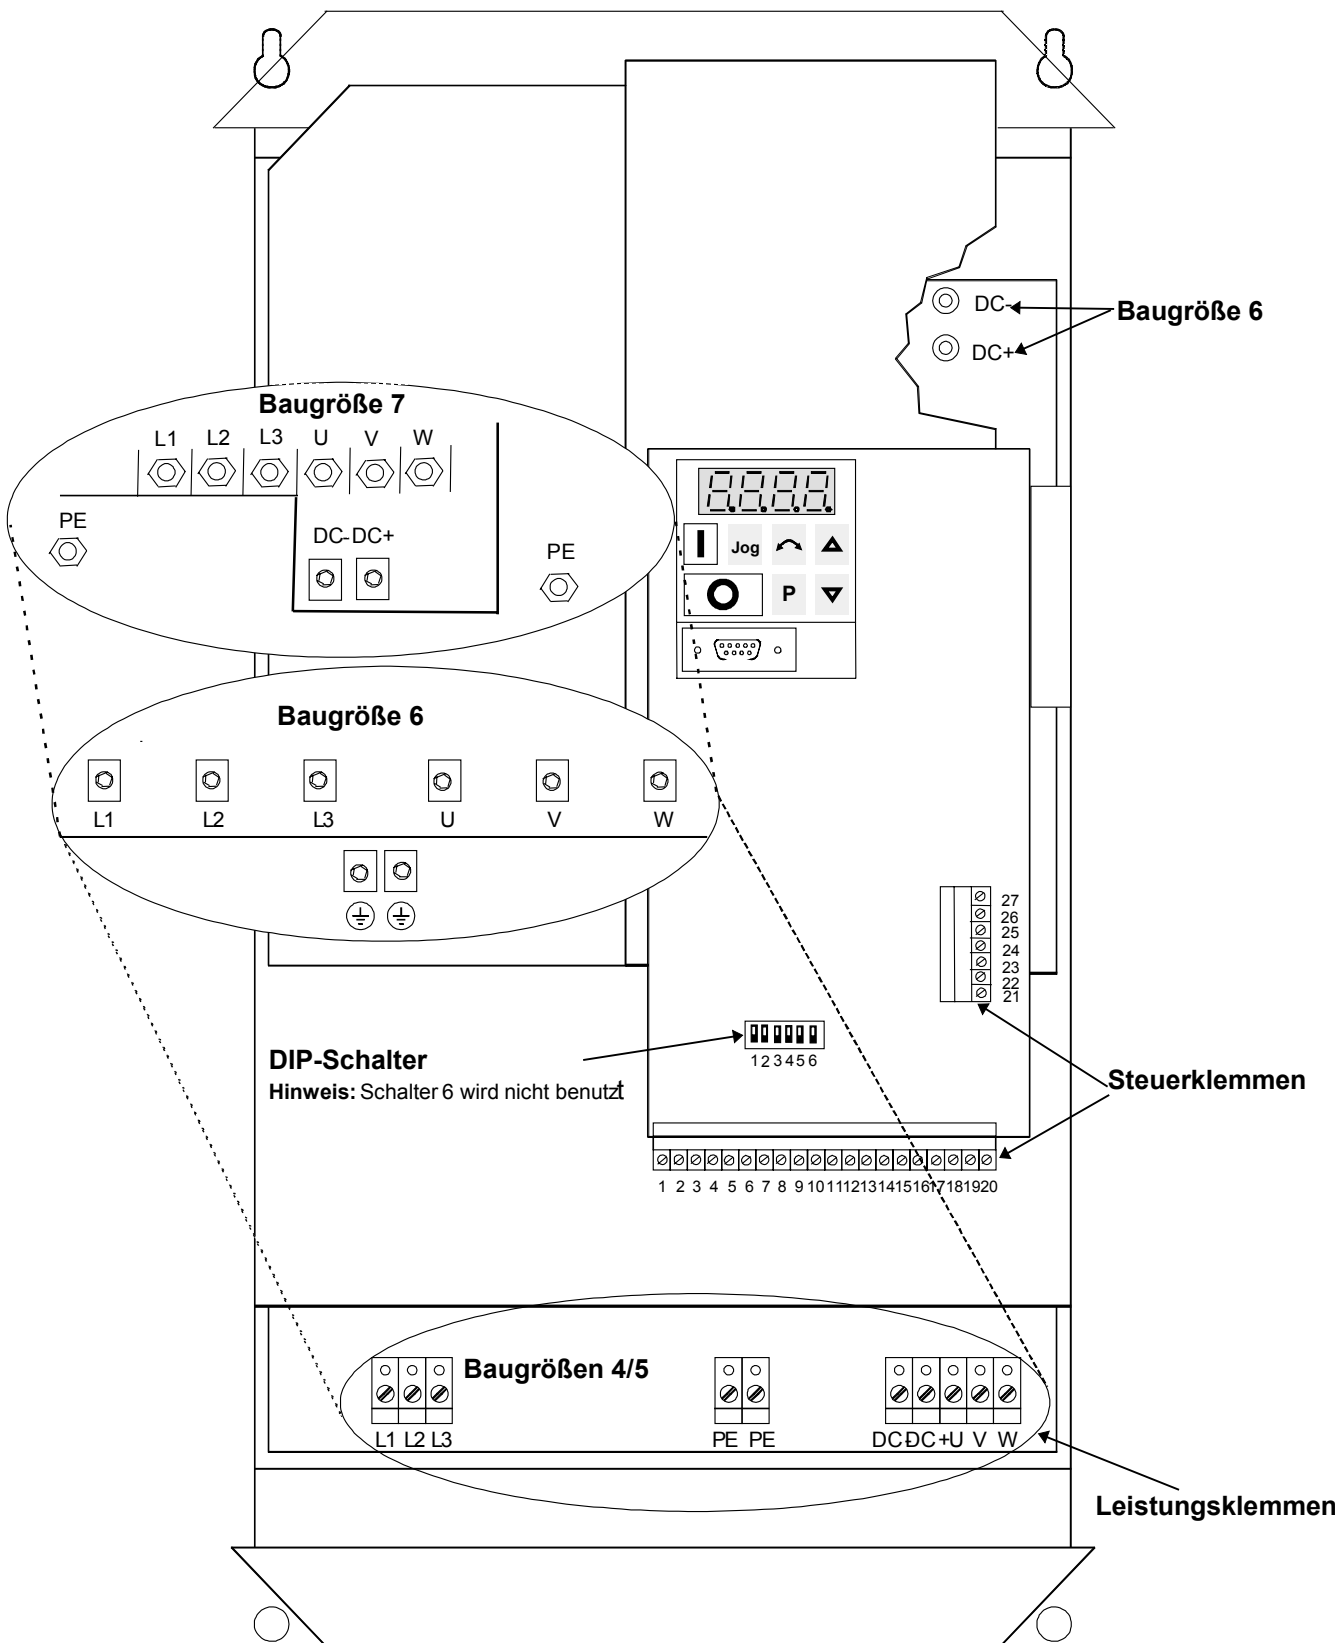

Bild 3.2.1: Anschlüsse für MIDIMASTER Vector
Elektrische Anschlüsse des MIDIMASTER Vector siehe Bild 3.2.1.
2. Netzeingang an die Netzklemmen L1, L2, L3 (dreiphasig) und die Erdung (PE) wie in Bild 3.2.1 gezeigt unter Verwendung eines vieradrigen Kabels und für die Kabelgröße passenden Kabelschuhen anschließen (Leitungsquerschnitte *siehe Kapitel 8*).
3. Mit einem vieradrigen Kabel und für die Kabelgröße passenden Kabelschuhen die Motorleitungen an die Motorklemmen U, V, W und Erdung (PE) anschließen (*siehe Bild 3.2.1*).
Der Anschluß der Steuerleitungen an den MIDIMASTER Vector erfolgt über zwei Klemmleisten, die wie in Bild 3.2.1 gezeigt angeordnet sind. Zum Anschluß der Steuerleitungen können die Schraubklemmen entfernt werden. Nachdem alle Kontakte an den Klemmen hergestellt (*wie in Bild 3.2.1 und 3.2.4 dargestellt*) und alle Anschlüsse festgeschraubt sind, muß die Klemmleiste wieder fest in seine Aufnahme zurückgesteckt werden.
- bei Baugröße 4, 5 und 6 die Frontplatte entfernt wird (siehe Bild 3.2.1)
- bei Baugröße 7 die untere Frontplatte entfernt wird (siehe Bild 3.2.1).